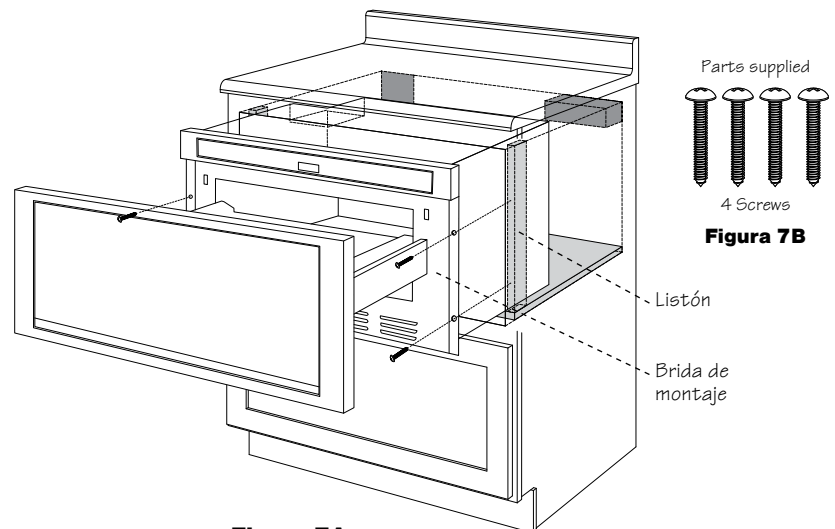

Figura 7A
3. Deslice el cajón hasta que la brida de montaje haga contacto con la cara del gabinete para una instalación estándar o los lados de los listones para una instalación al ras. Vea la Figura 7A.
4. Abra la gaveta. Usando los 4 agujeros en la gaveta como plantilla, pre-taladre el gabinete con una broca de 1/16". Vea la Figura 7A.